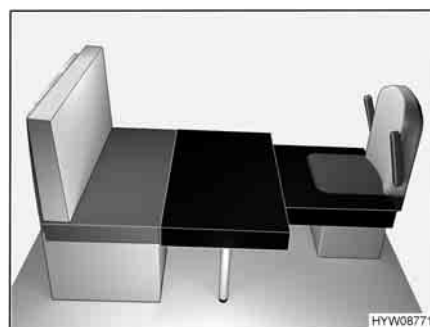

Fig. 82 Dopo la trasformazione
- Posizionare il cuscino aggiuntivo rettangolare davanti al cuscino del sedile del divano, sul tavolo, come illustrato nella Fig. 82.